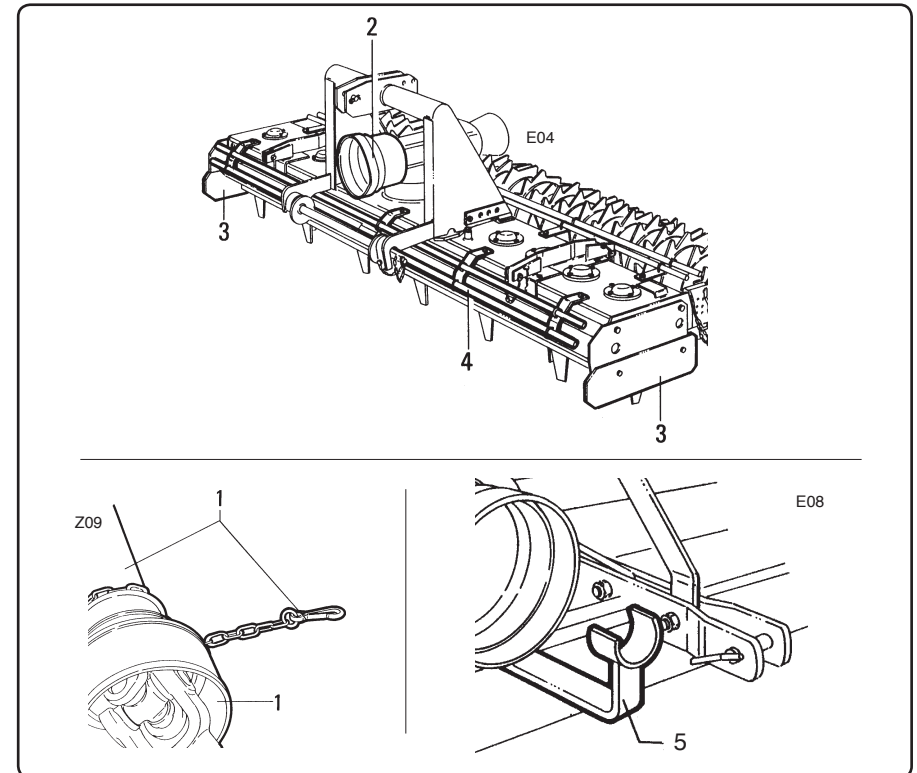

fig. 1.4.1
- **Legenda dispositivi di sicurezza** (fig. 1.4.1).